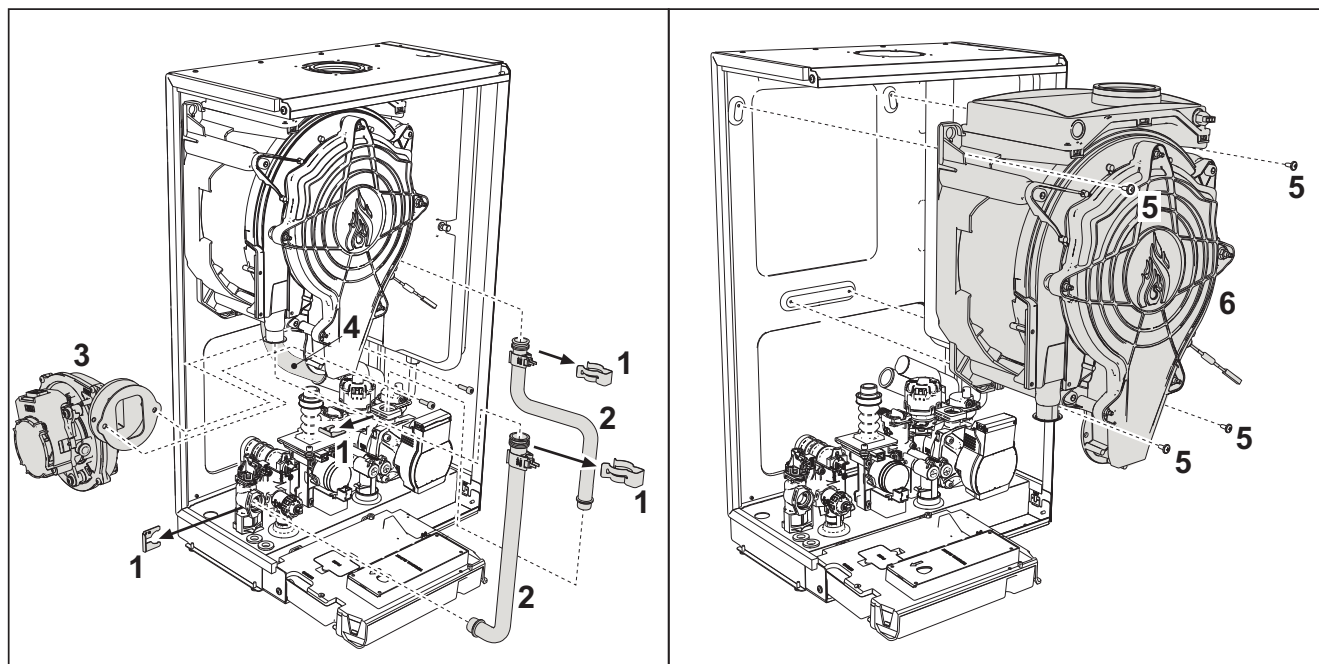

рис. 41- Основной теплообменник
- Снимите 2 **верхних винта "5"** крепления теплообменника к раме (рис. 41).
- Снимите 2 **нижних винта "5"** крепления теплообменника к раме (рис. 41).